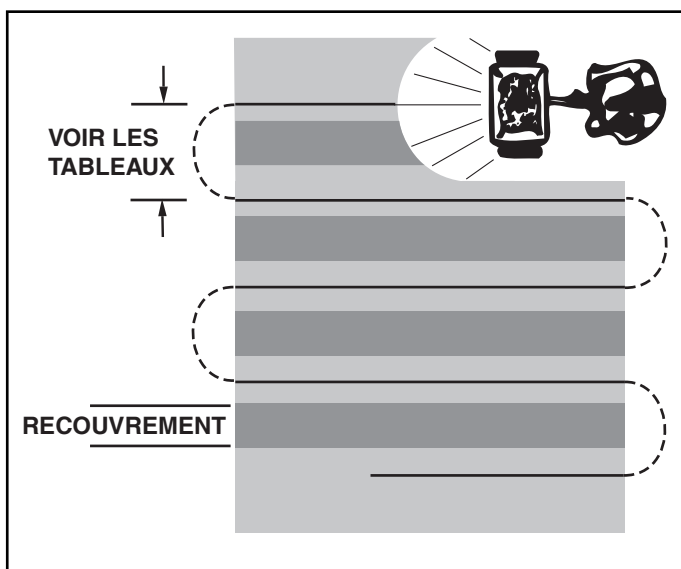

FIGURE 12
8. Pour assurer un épandage uniforme, effectuez chaque passe de sorte que sa couverture recouvre légèrement celle de la passe précédente, comme indiqué par la figure 12. Les largeurs approximatives de couverture pour différents produits sont indiquées dans le tableau d'application ci-contre.